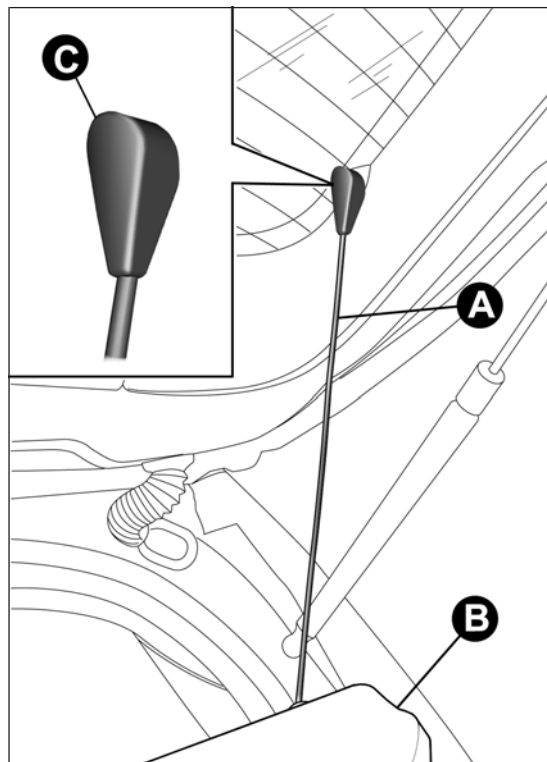

fig. 73
- ☐ libera le estremità dei due tiranti A fig. 73 di sostegno della cappelliera B sfilandogli gli occhielli C dai perni di sostegno;